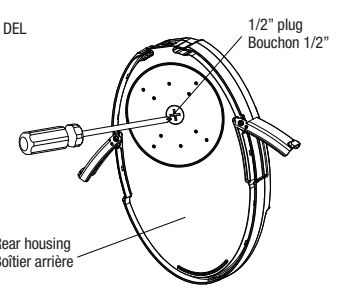

Fig. 1D
4. Remove the center 1/2" plug from the rear housing by using a cross screwdriver (Fig. 1D).
4. Retirer le bouchon central 1/2" du boîtier arrière à l'aide d'un tournevis cruciforme (Fig. 1D).